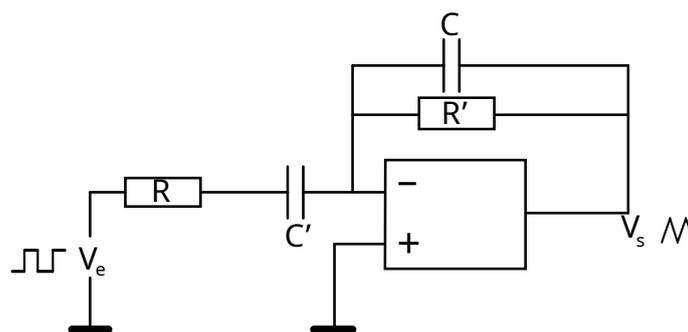

FIGURE 11 – Intégrateur en alternatif
**Schéma pratique en alternatif** Voir le schéma de la figure 11.